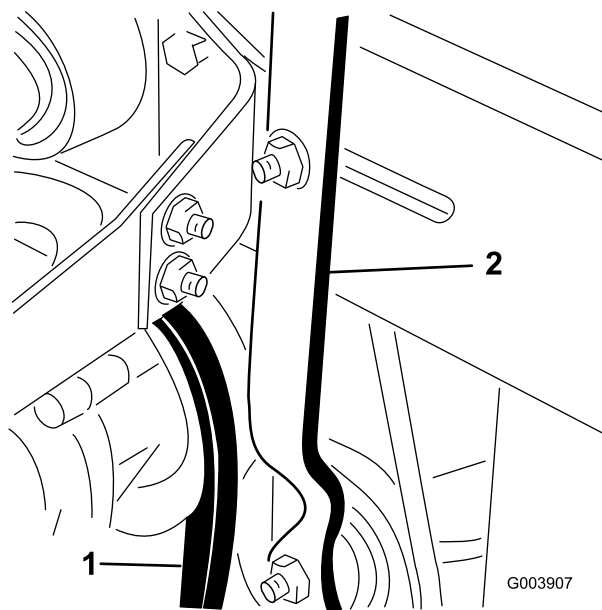

Bild 70
1. Lockern Sie die Sicherungsmutter am Riemenspannungshebel (Bild 70).